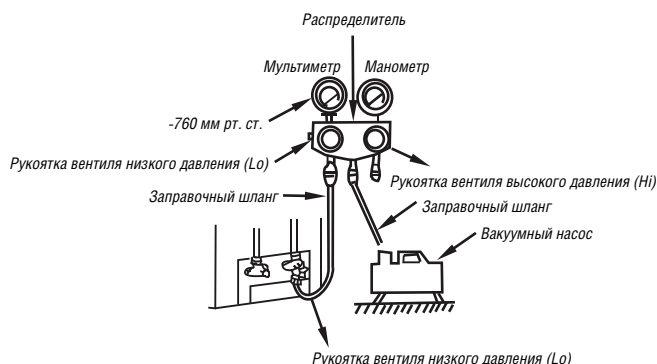

Рисунок 7-4
- Удалите воздух вакуумным насосом (рис. 7-4) (см. подробные сведения о порядке работы с распределителем в его руководстве по эксплуатации).